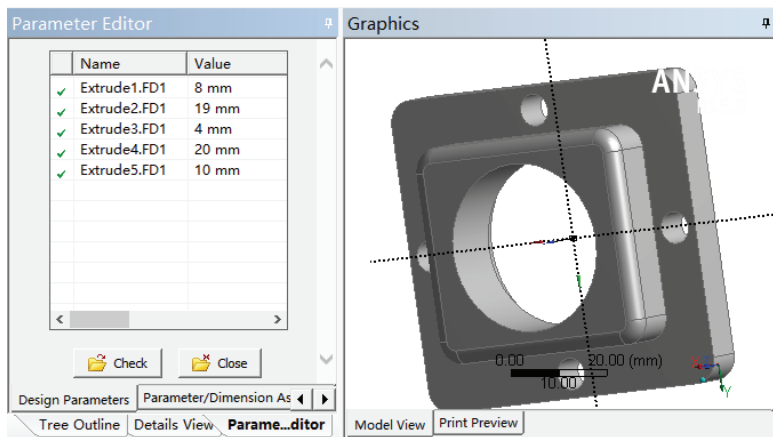

图 3-115 修改已选参数得到的模型
2) 单击 Generate 生成新模型，得到的图形如图 3-115 所示。